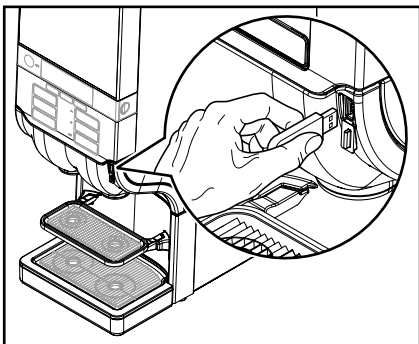

Bild 34
- Anslut medföljande USB-nyckel till USB-porten på apparaten (bild 34).